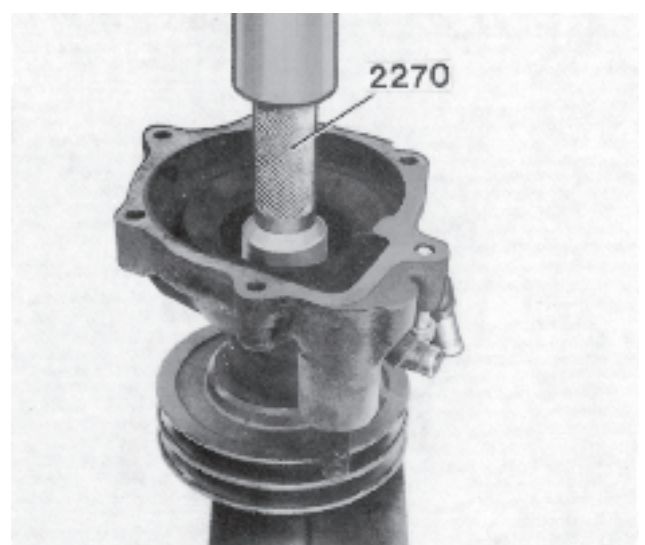

Fig. 149 Montage de bague d'étanchéité
7. Poser le déflecteur avec la bride tournée du côté opposé au roulement et remonter la bague d'étanchéité avec le mandrin 2270 (fig. 149).